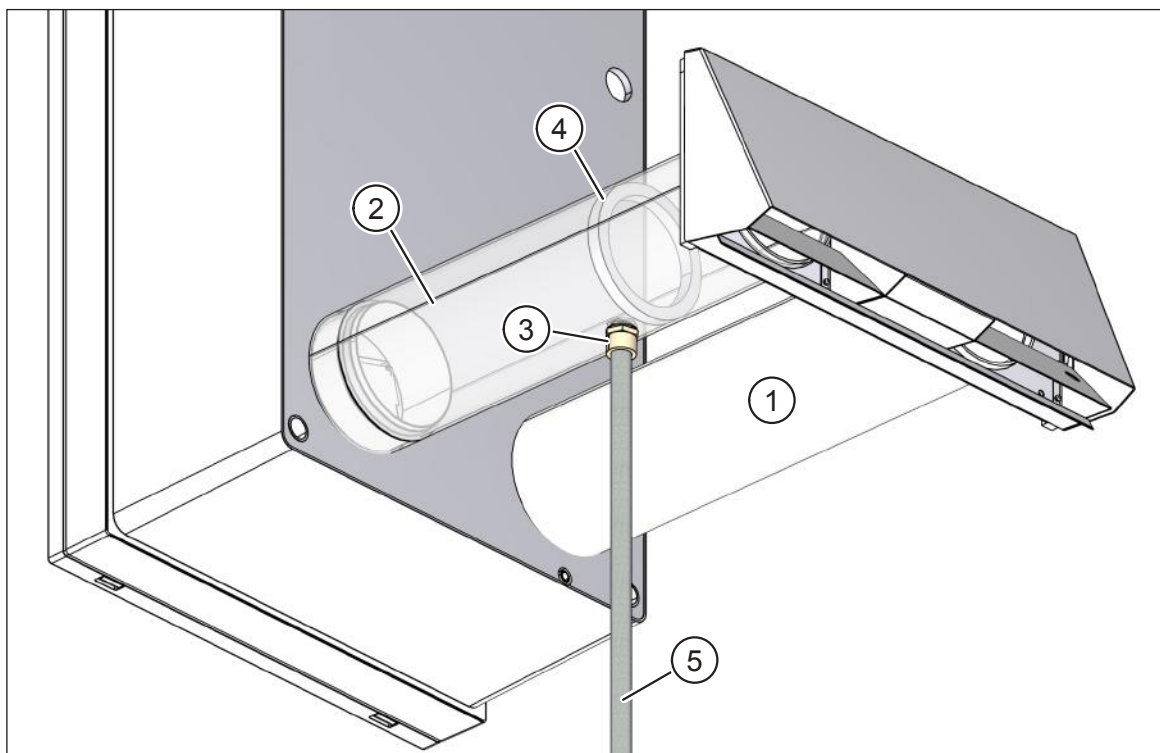

Рис. 18: слив конденсата по вытяжной трубе
- Труба приточного воздуха, DN 100, 0,5 м (поз. 1 на рис. 18)
- Труба вытяжного воздуха DN 100, 0,5 м (поз. 2 на рис. 18), с соединительным элементом с наружной резьбой 1/2 дюйма (поз. 3 на рис. 18) и барьер (поз. 4 на рис. 18) для удерживания конденсата
- Защитите трубу для слива конденсата (поз. 5 на рис. 18) в холодных регионах от мороза, например, проложив ее за утепление фасада.